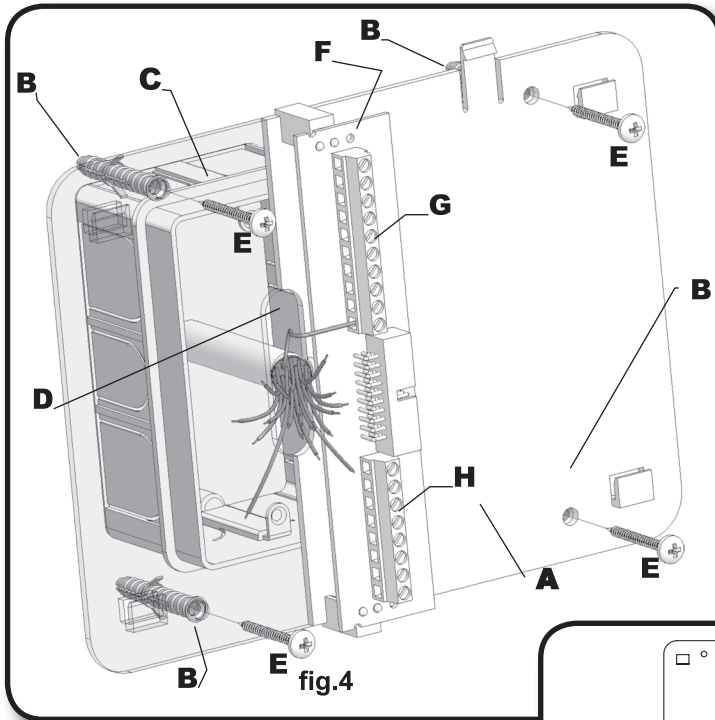
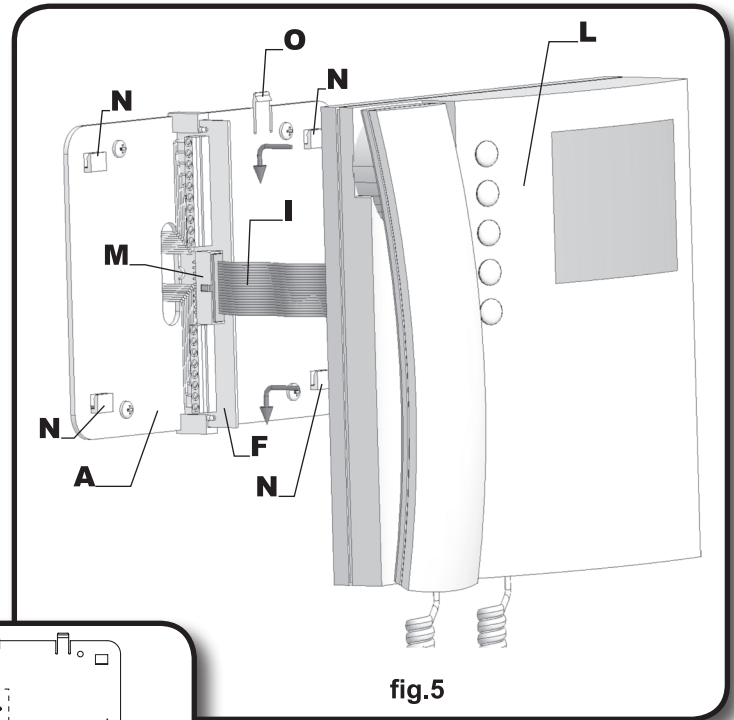
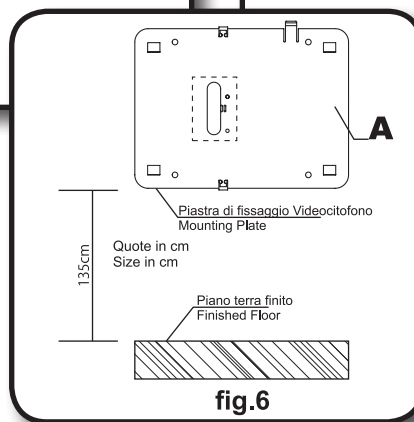

fig.4
fig.5
fig.6
- Appoggiare al muro la piastra di fissaggio **A** come indicato in **fig.6** (135cm da terra); prendere i riferimenti dei quattro fori per l'inserimento dei 4 tasselli ad espansione **B** (**fig.4**) e, nel caso si impieghi, prendere il riferimento per la scatola da incasso **C** (**fig.4**), che dovrà essere murata in posizione centrale rispetto all'apertura **D** al fine di agevolare il passaggio dei fili come mostrato in **fig.4**.
- Murare (se impiegata) la scatola da incasso⁽¹⁾ **C**, eseguire i 4 fori ed inserire i tasselli ad espansione **B**. Passare i cavi nell'apertura **D** e fissare la piastra **A** con le 4 viti **E** (**fig.4**) utilizzando un giravite a croce.
- Appoggiare la scheda di connessione **F** sulla piastra **A** come mostrato in **fig.4**; inserire⁽²⁾ i fili (che devono essere più corti possibile) nelle morsettiere **G** ed **H** e serrare con un giravite a taglio.
- Fissati i fili, sfilare la scheda di connessione **F** (**fig.4**), ruotarla di 90° in senso antiorario ed infilarla nella propria sede come mostrato in **fig.5**.
- Place the mounting plate **A** against the wall as shown in **fig.6** (135cm from floor level); and mark the fixing holes for the four wall plugs **B** (**fig.4**) and for the back box **C** if used (**fig.4**) which must be flushed into the wall in line with the opening **D** as shown in **fig.4**.
- Once the back box⁽¹⁾ **C** is flushed into the wall (if used), drill the four fixing holes and insert the wall plugs **B**. Thread the cables through the opening **D** and fix the mounting plate **A** to the wall with the 4 screws **E** (**fig.4**), using a Philips screwdriver.
- Fit the PCB **F** against the mounting plate **A** as shown in **fig.4**; insert the wires⁽²⁾ (As short as possible) into terminals **G-H**. Secure them using a terminal screwdriver.
- Unclip the PCB **F** (**fig.4**), rotate it 90° anticlockwise and fit it into its housing as shown in **fig.5**.
- Avvicinare, come da **fig.5**, il videocitofono **L** alla piastra **A** per agevolare la connessione del flat **I**.
- Come mostrato in **fig.5** inserire il connettore del flat **I**, che fuoriesce dalla parte posteriore del videocitofono, nel connettore **M** della scheda di connessione **F**.
- Facendo corrispondere le 4 fessure presenti sulla base del videocitofono **L** con i 4 incastrini **N** della piastra **A**, appoggiare il video sulla piastra e spingerlo verso il basso fino allo scatto, compiendo un movimento come mostrato dalle frecce in **fig.5**.
- As shown in **fig.5**, move the videophone **L** close to the mounting plate **A** so that the ribbon cable will reach the connector **I**.
- As shown in **fig.5**, connect the female plug on the ribbon cable **I** coming from the videophone to the male plug connector **M** on the PCB **F**.
- Place the videophone **L** against the 4 hooks **N** on the mounting plate **A** and push down: the videophone will automatically lock into place using clasp **O** as shown in **fig.5**.